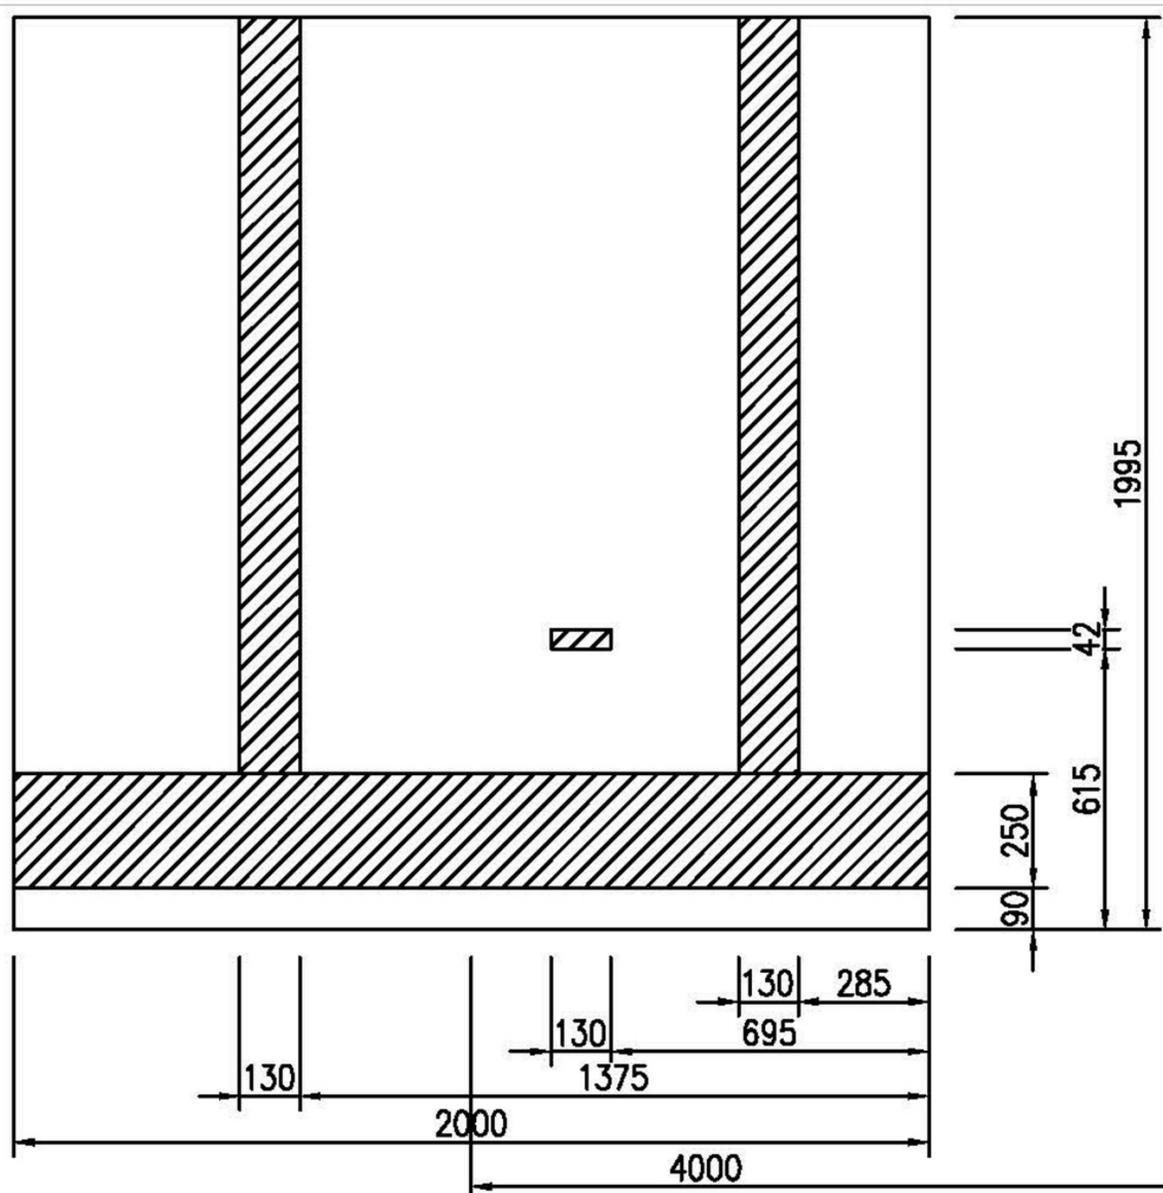

Рисунок 9
- В смонтированном состоянии слева необходим зазор 50 мм (рекомендуются 100 мм для обеспечения доступа к главному выключателю и выключателю освещения) и справа 50 мм [см. рис. 9].